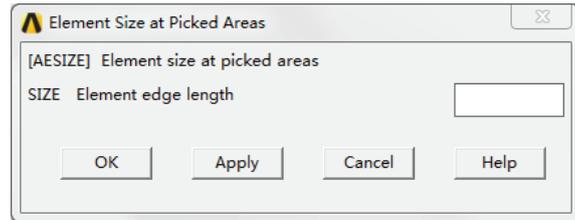

图 5-35 所选面单元尺寸控制对话框
2) **【Picked Areas】**：拾取面，并设置其单元密度。单击该菜单项，弹出如图 5-35 所示所选面单元尺寸控制对话框。